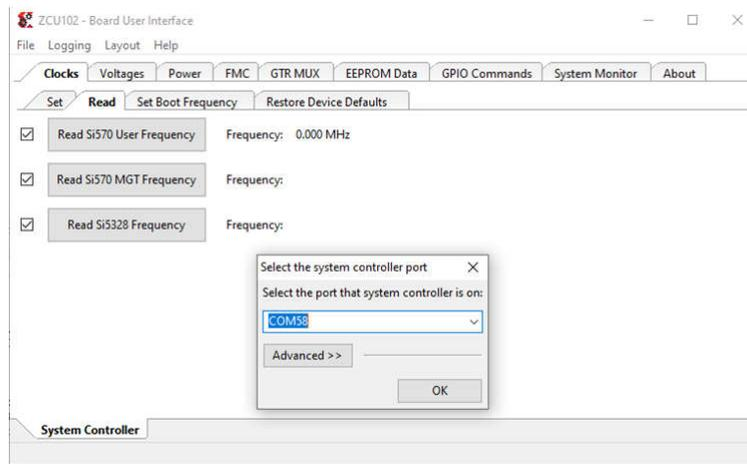

图 14-1. ZCU102 板用户接口
2. 选择适当的 COM 端口以启用 ZCU102 的板载 MSP430 与 PC 之间的通信。为 FPGA 的 FMC 组打开 1.8V 的 FMC_AUX 电源需要该软件 (请参阅图 14-1)。